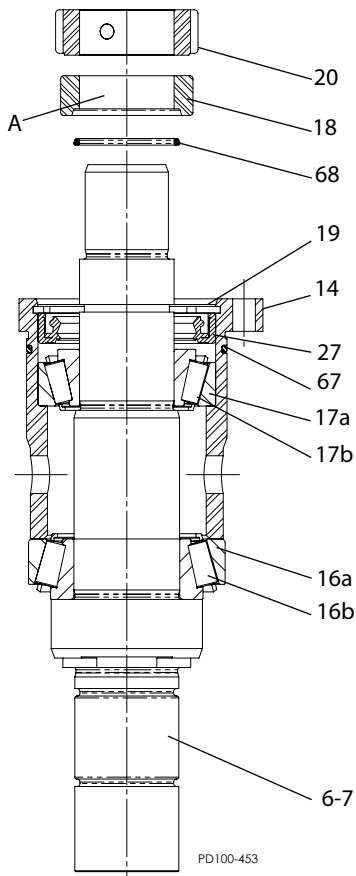

Figura 47: Armado de cojinetes
3. Instale la copa del cojinete delantero (Figura 47, renglón 16a) sobre el cono ya instalado (elemento 16b), seguido por la carcasa del cojinete (elemento 14).
6. Instale el anillo O (elemento 68) y el manguito del sello (elemento 18) en el eje, como se muestra en la Figura 47. Oriente el manguito del sello con la ranura hacia el cojinete.